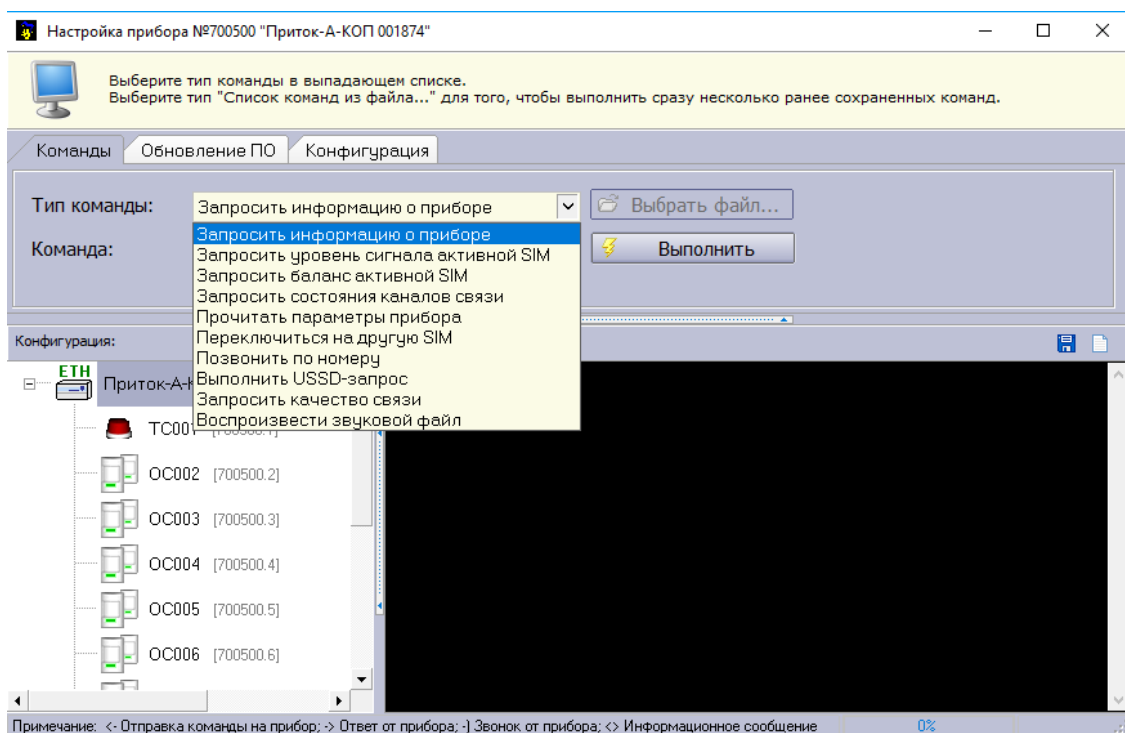

Рисунок 2.27 - Окно «Настройка прибора»
– Во вкладке «Команды» из выпадающего списка «Тип команды» (см. рисунок 2.27) выбрать необходимый запрос.